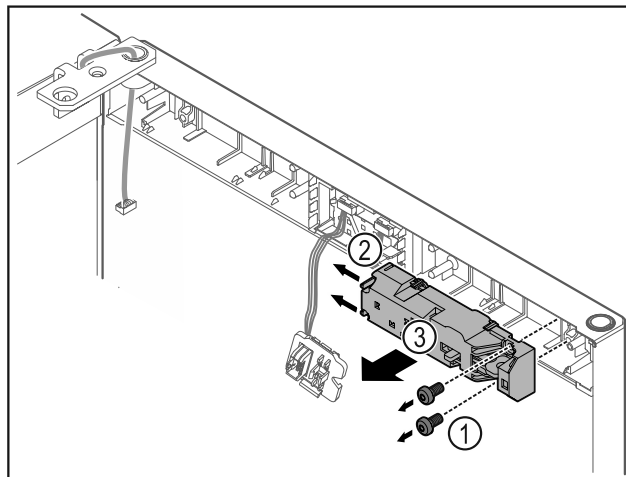

Fig. 12
- ▶ Извлеките винты Fig. 12 (1).
- ▶ Сдвиньте защелки Fig. 12 (2) в сторону и снимите замок дистанционного открытия Fig. 12 (3).